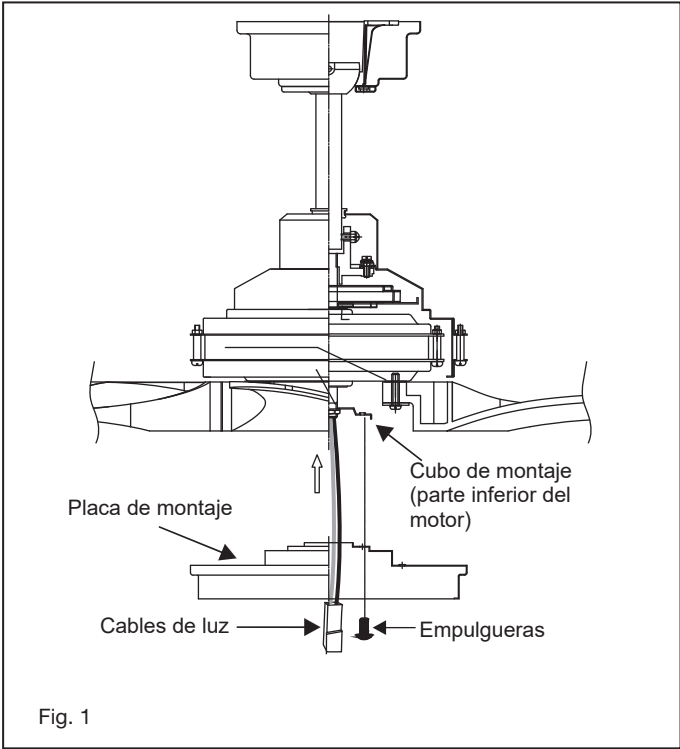

Fig. 1
- 1 Retire uno de los tres tornillos del cubo de montaje ubicado en el motor del ventilador. Afloje los otros 2 tornillos. (No quitar) (Fig. 1)